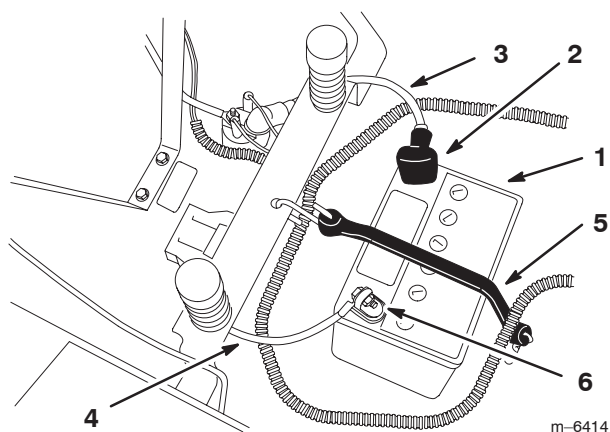

Figure 33
4. Débranchez le câble négatif (noir) de mise à la masse de la borne de la batterie (Fig. 33).
5. Repoussez le capuchon en caoutchouc sur le câble positif (rouge). Débranchez le câble positif (rouge) de la borne de la batterie (Fig. 33).
6. Enlevez la sangle de maintien de la batterie (Fig. 33) et ôtez la batterie de son support.
1. Placez la batterie sur son support, les bornes à l'opposé du panneau de commande (Fig. 33).
4. Fixez les câbles à l'aide de 2 boulons (1/4 x 3/4 pouce), 2 rondelles (1/4 pouce) et 2 écrous (1/4 pouce) (Fig. 33).
6. Fixez la batterie en place à l'aide de la sangle de maintien (Fig. 33).